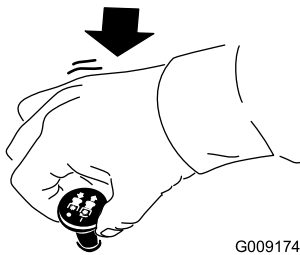

Figura 13
4. Mueva el mando de control de las cuchillas (TDF) a la posición de DESENGRANADO (Figura 13).